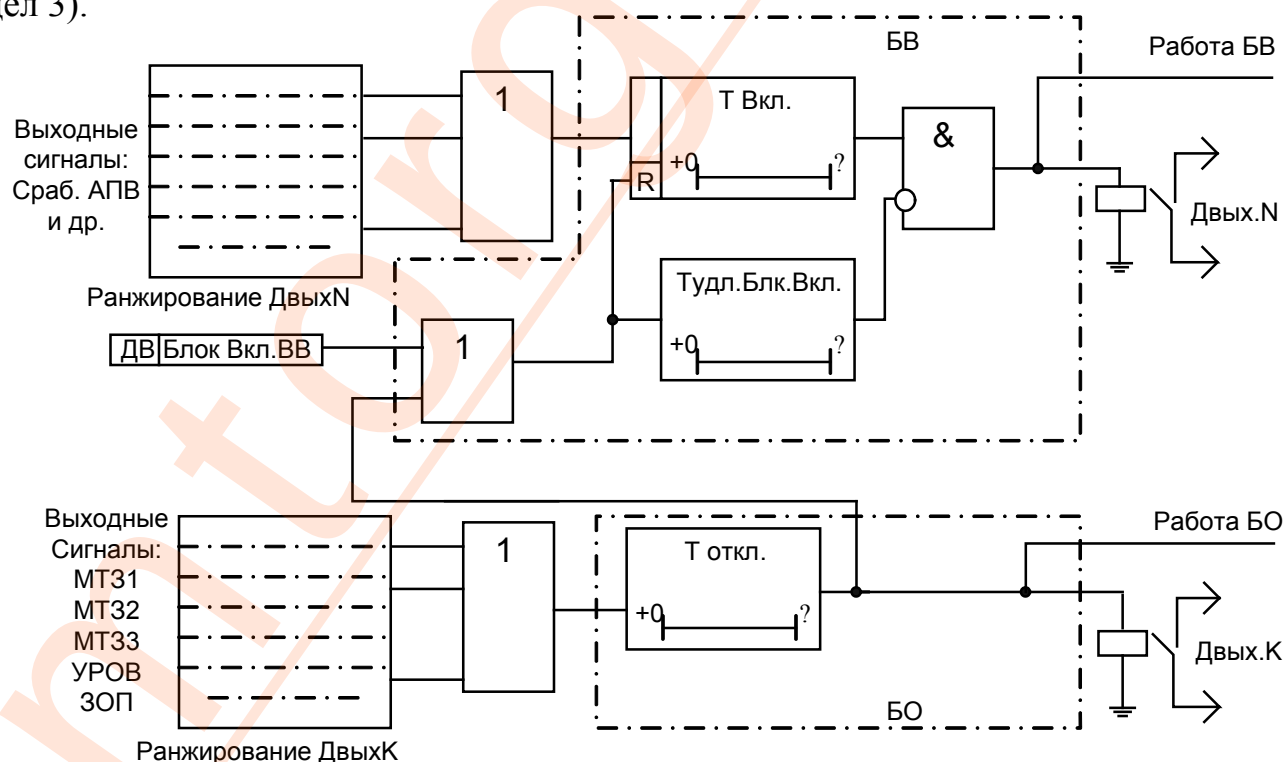

Рис. 18 Функциональная схема блоков включения и отключения
2.5.8 Функциональная схема блоков включения и отключения приведена на рис.18.